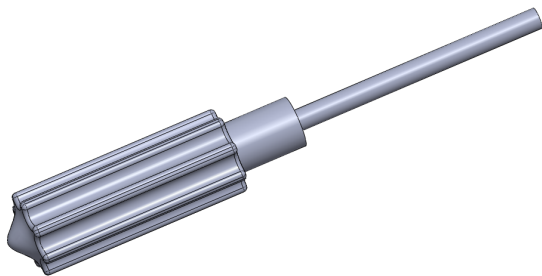

图 14-13 创建拉伸凸台特征
(5) 单击【确定】按钮, 即可创建拉伸凸台特征, 效果如图 14-13 所示。